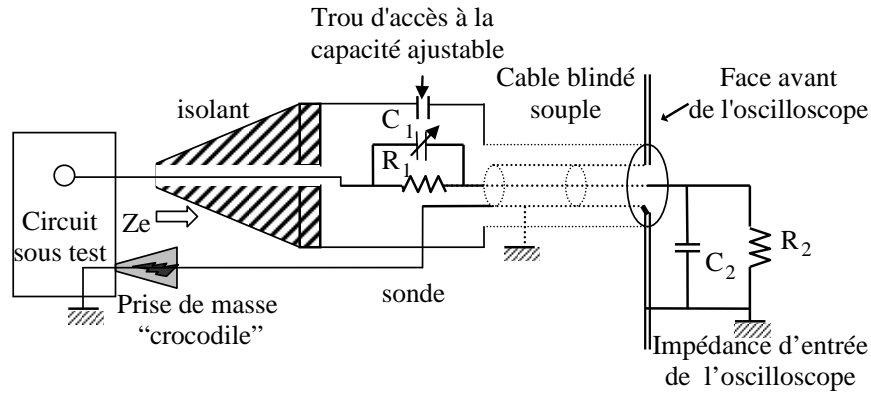

Figure 10 : Mesure avec sonde passive d'oscilloscope
La résistance à mesurer est connectée à l'appareil par 4 fils comme indiqué sur la figure 10 ci-après. La tension est mesurée au plus près de la résistance : on s'affranchit ainsi de la résistance parasite des fils, ce qui n'était pas le cas en mesure 2 fils.
- 3) La sonde passive remédie à ces problèmes : Une sonde passive constitue, avec l'impédance d'entrée de l'oscilloscope, ce que l'on appelle un atténuateur compensé comme indiqué sur la figure 10 suivante.